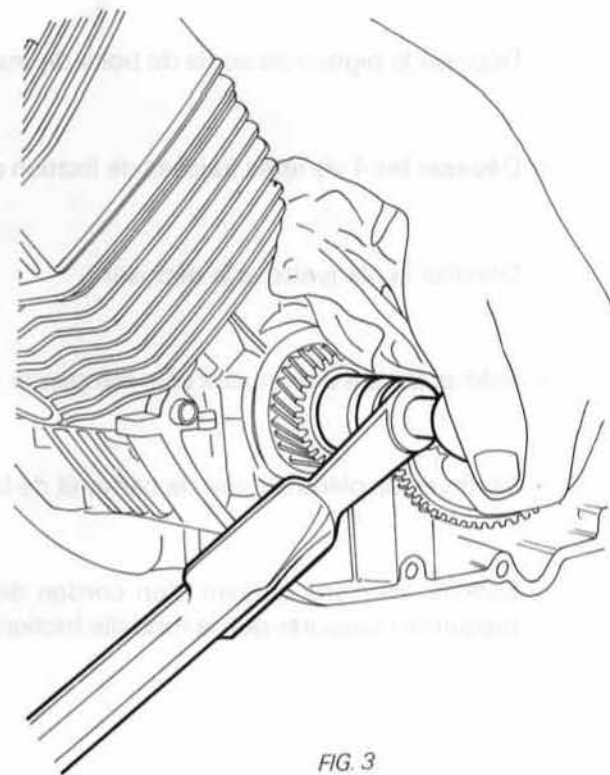

FIG. 3
- Nettoyer parfaitement les filets et remonter l'écrou de pignon au "Loctite frein filets" (réf. 1848). Bloquer à 4,5 mkg (fig. 3, clé dynamométrique réf. 1884 douille de 22 mm). Enlever le chiffon.